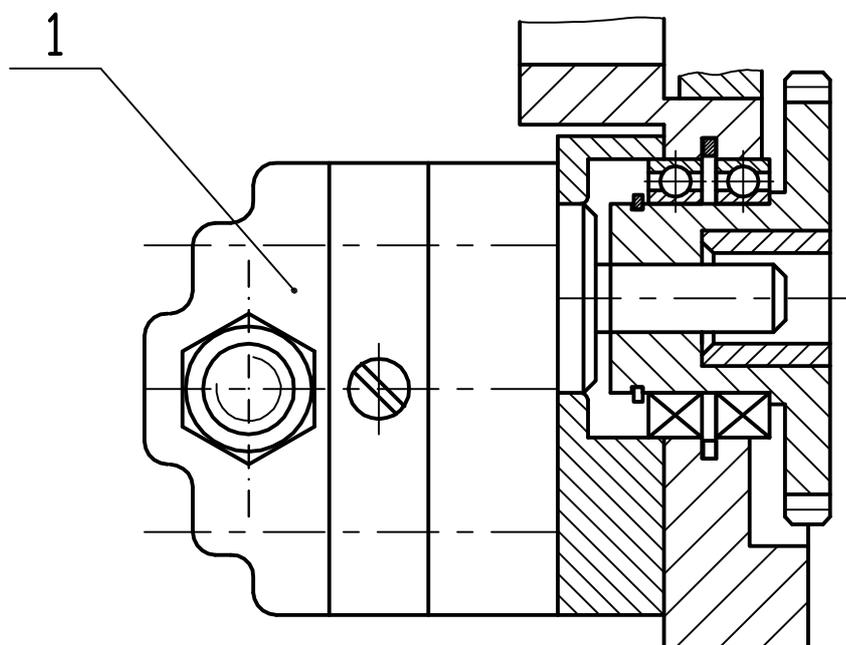
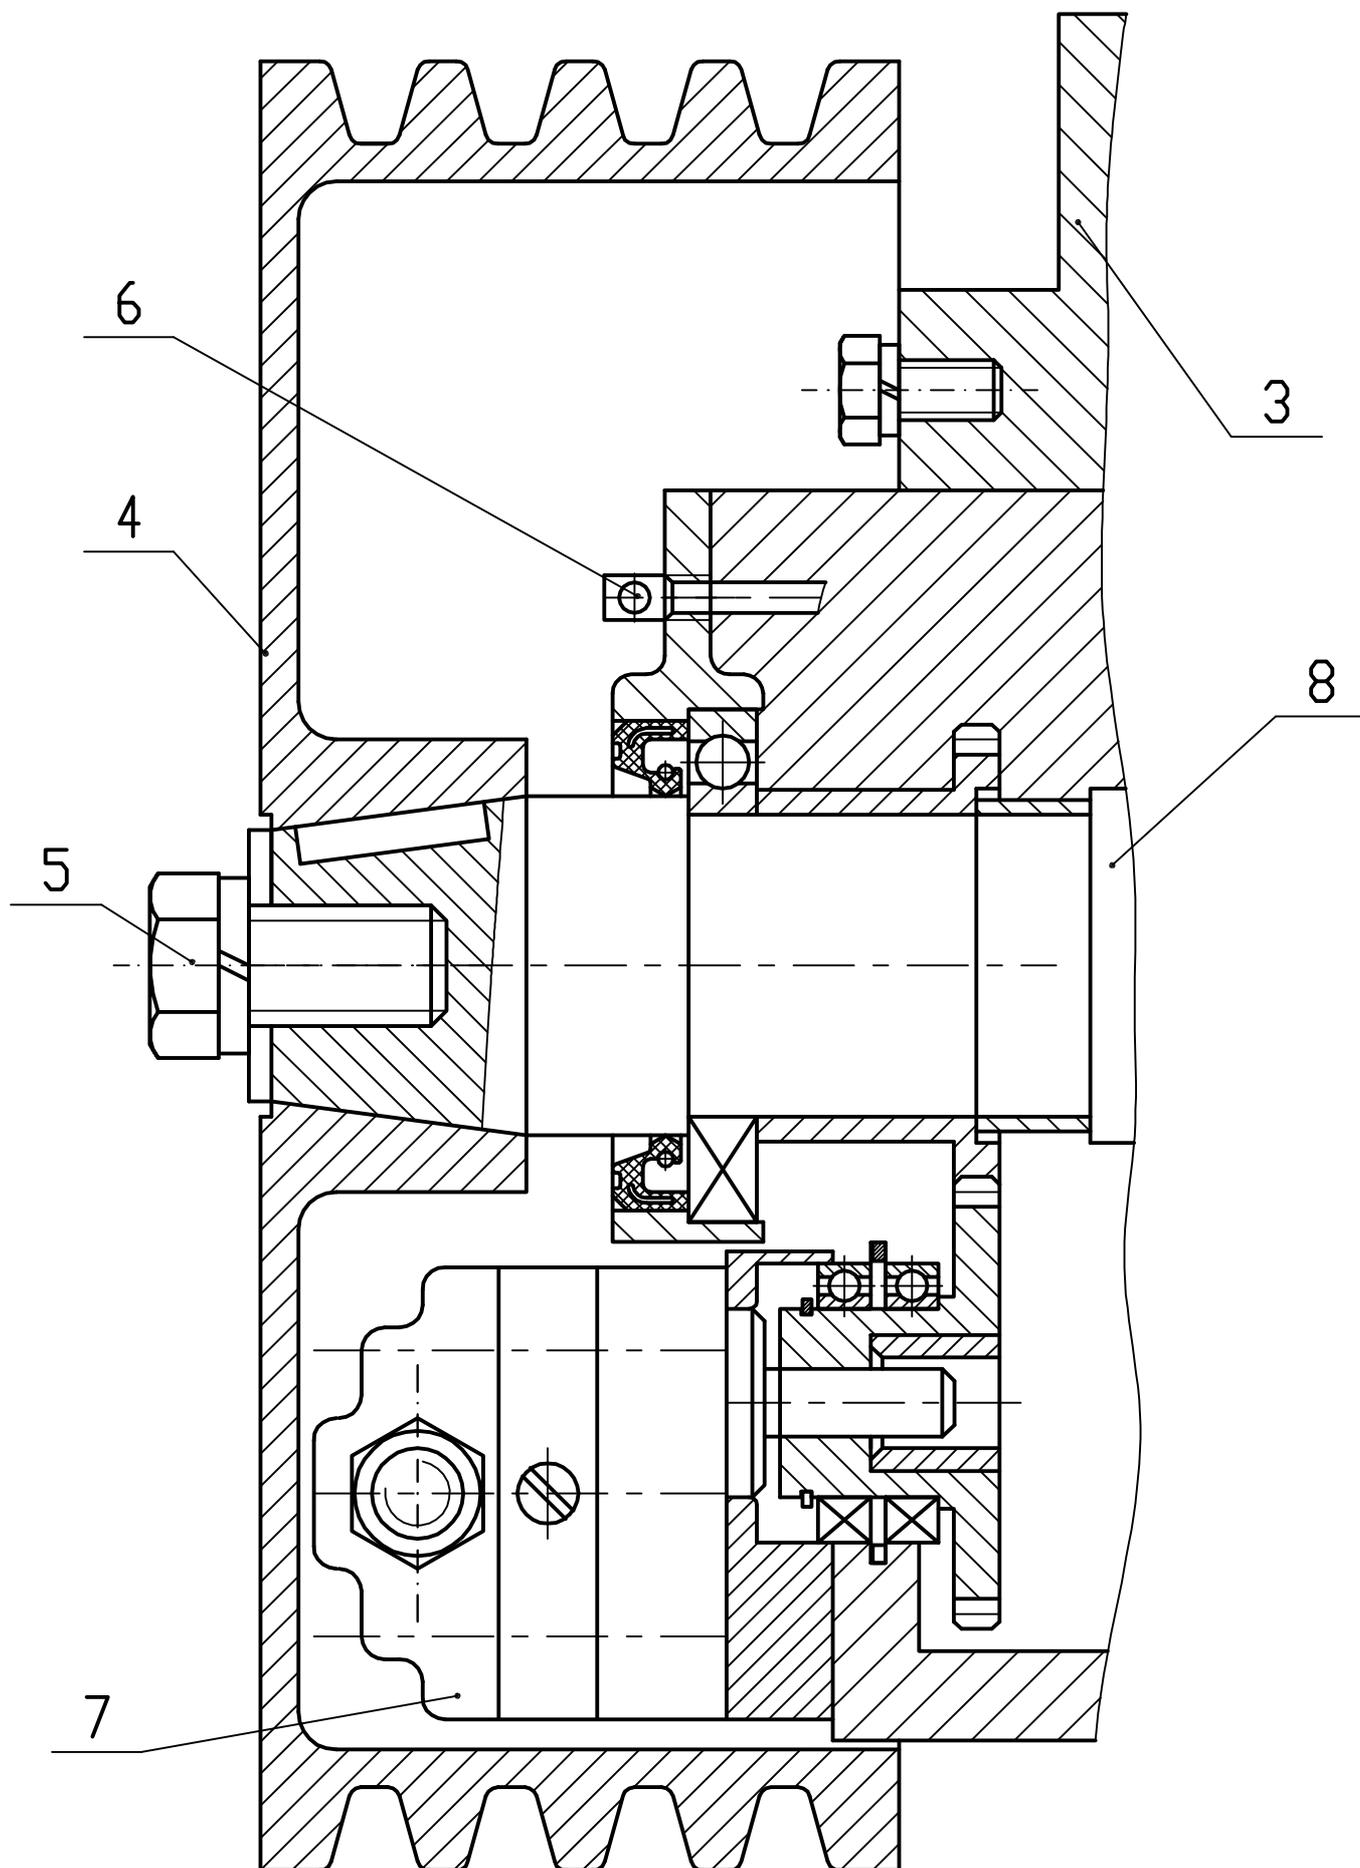

Рисунок 10.11 - Муфта масляного насоса коробки скоростей
Рисунок 10.13–Привод масляного насоса коробки скоростей
Масляный насос 1 (рисунок 10.11) крепится к корпусу муфты 3 под шкивом 4 (рисунок 10.13). При сильном загрязнении двух шариковых клапанов (отсутствие фонтанирующей индикации) следует сначала попытаться отделить частички загрязнения путем многократного изменения вращения фрезы. Очистка или ремонт насоса осуществляется после его демонтажа, для чего необходимо:
- снять клиновые ремни, выкрутить винт 5, снять пружинное кольцо и шайбу (рисунок 10.13);